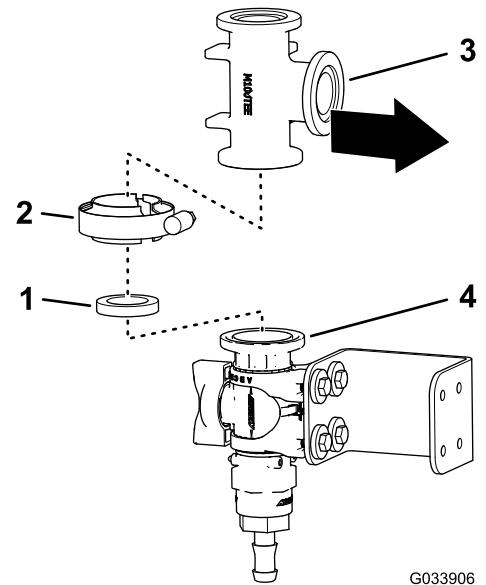
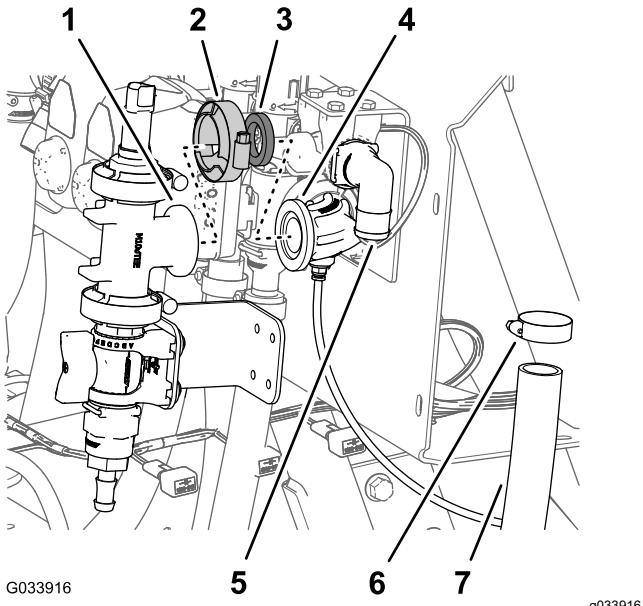
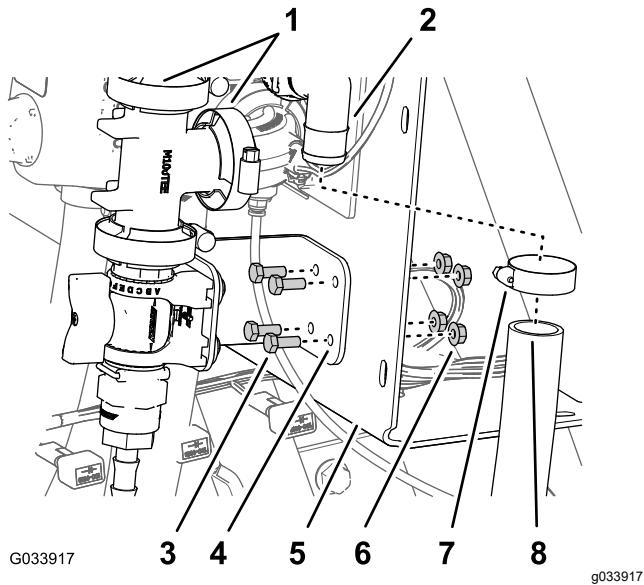

Figura 29
Figura 31
Figura 34
4. Alinee la brida del acoplamiento en T con la brida de la válvula de control, según se muestra en Figura 29.
5. Sujete provisionalmente el acoplamiento en T a la válvula de control con una junta y una brida de fijación (Figura 29).
1. Alinee la brida del acoplamiento de T con la brida del acoplamiento de 90° **Figura 31** con conector para el tubo del sensor ().
2. Ensamble provisionalmente el acoplamiento en T y el acoplamiento de 90° con una junta y una brida de fijación (**Figura 31**)
4. Retire la abrazadera, la junta y el acoplamiento en T con brida, del codo de 90° **Figura 31** con conector para el tubo del sensor ().
1. Alinee la brida del acoplamiento en T con la brida del acoplamiento de 90° con un conector para el tubo del sensor (Figura 34).
2. Ensamble provisionalmente el acoplamiento de T y el acoplamiento de 90° con una junta y una brida de fijación (Figura 34).
4. Apriete a mano la brida de fijación que sujeta la válvula de control y el acoplamiento en T (Figura 29) y la brida de fijación que sujeta el acoplamiento en T al codo de 90° con conector para el tubo del sensor (Figura 31 y Figura 34).